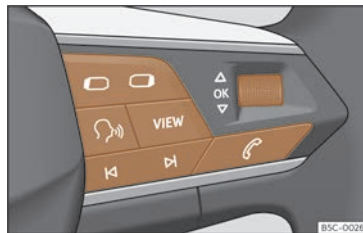

Abb. 8 Rechte Seite des Multifunktionslenkrads: Bedienelemente für die Menüs und Informationsanzeigen im Kombi-Instrument (modellabhängig).
Solange eine Warnung der Priorität 1 vorliegt, >>> S. 20, kann auf kein Menü zugegriffen werden. Einige Warnmeldungen können über die Taste **OK** am Multifunktionslenkrad bestätigt und ausgeblendet werden >>> (Abb. 8).
- Falls eine Meldung oder das Fahrzeug-Piktogramm angezeigt wird, drücken Sie die Taste **OK** >>> (Abb. 8); ggf. mehrere Male.